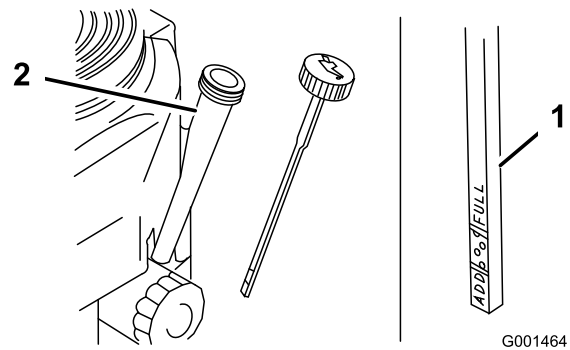

Figure 22
4. Nettoyez la surface autour de la jauge d'huile (Figure 22) pour éviter que des impuretés ne s'introduisent dans le goulot de remplissage, ce qui risquerait d'endommager le moteur.
5. Retirez la jauge d'huile et essuyez soigneusement son extrémité (Figure 22).
6. Remettez la jauge au fond du tube de remplissage, mais sans la visser (Figure 22).
9. Versez avec précaution environ 80 % de la quantité d'huile spécifiée dans le goulot de remplissage (Figure 22).